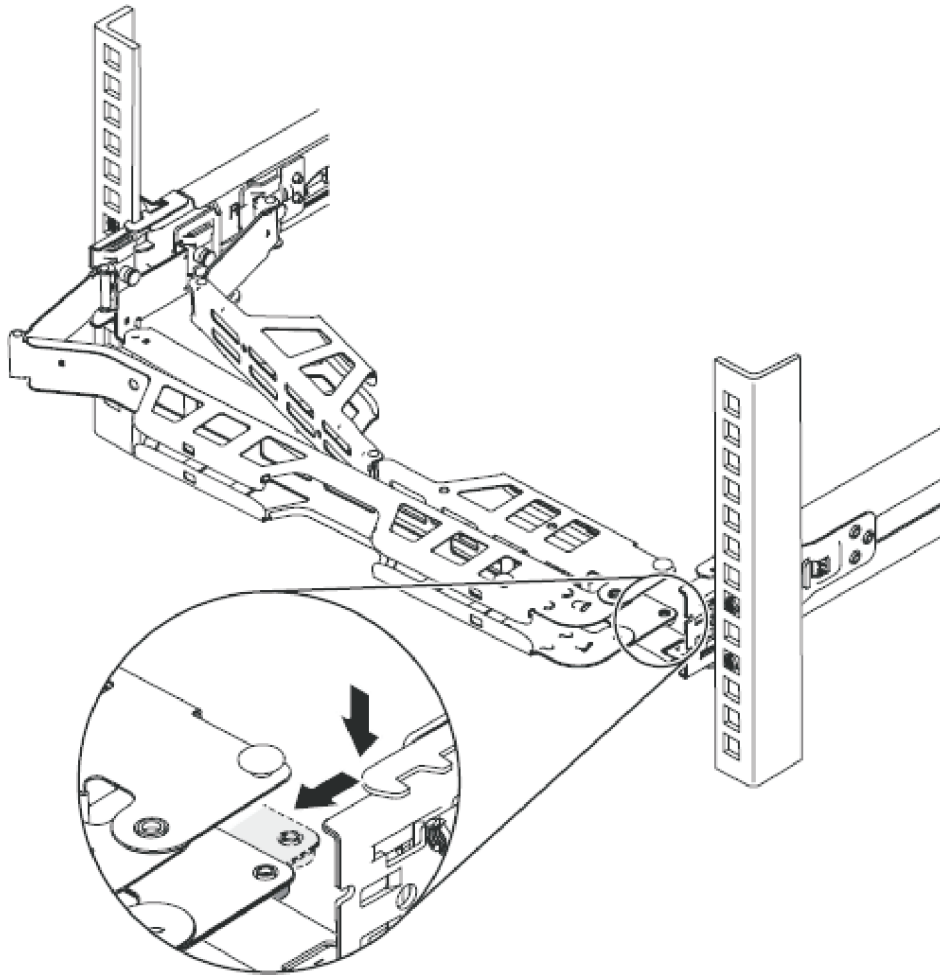

図 28. ケーブル・マネジメント・アームの位置の調整
3. ケーブル・マネジメント・アームの位置を、33 ページの図 28 に示すように調整します。